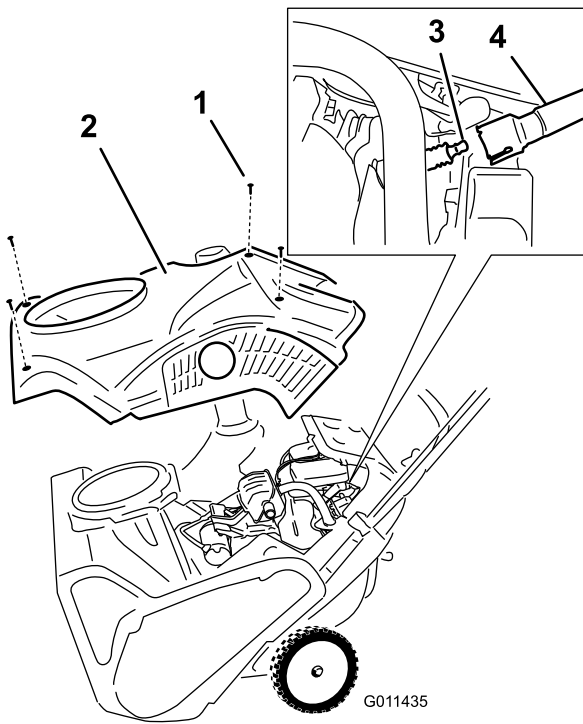

Figure 24
4. Enlevez les 4 vis de fixation du carénage (Figure 24).
6. Déposez le carénage (Figure 24).